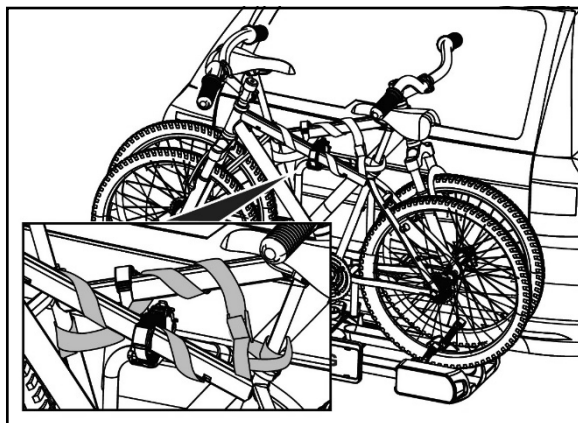

Bild 25: Anlegen des Sicherheitsgurts
- Überprüfen Sie vor jedem Fahrtantritt den korrekten und festen Sitz des Gurtes um die Fahrräder und U-Bügel des Trägers (Bild 25).